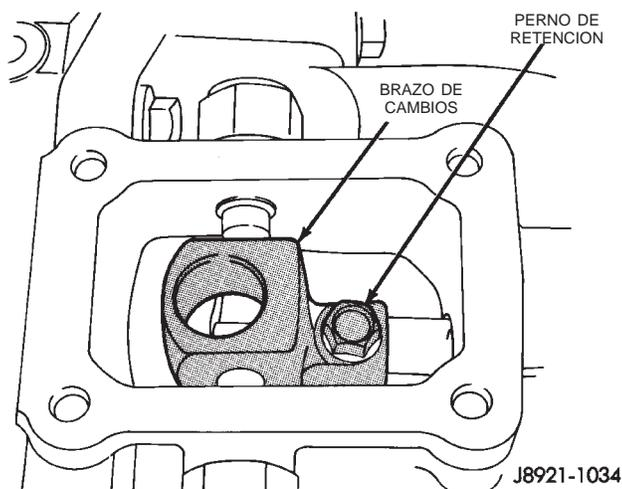

Fig. 23 Desmontaje del perno de retención del brazo de cambios
(10) Retire el perno de retención del brazo de cambios (Fig. 23).